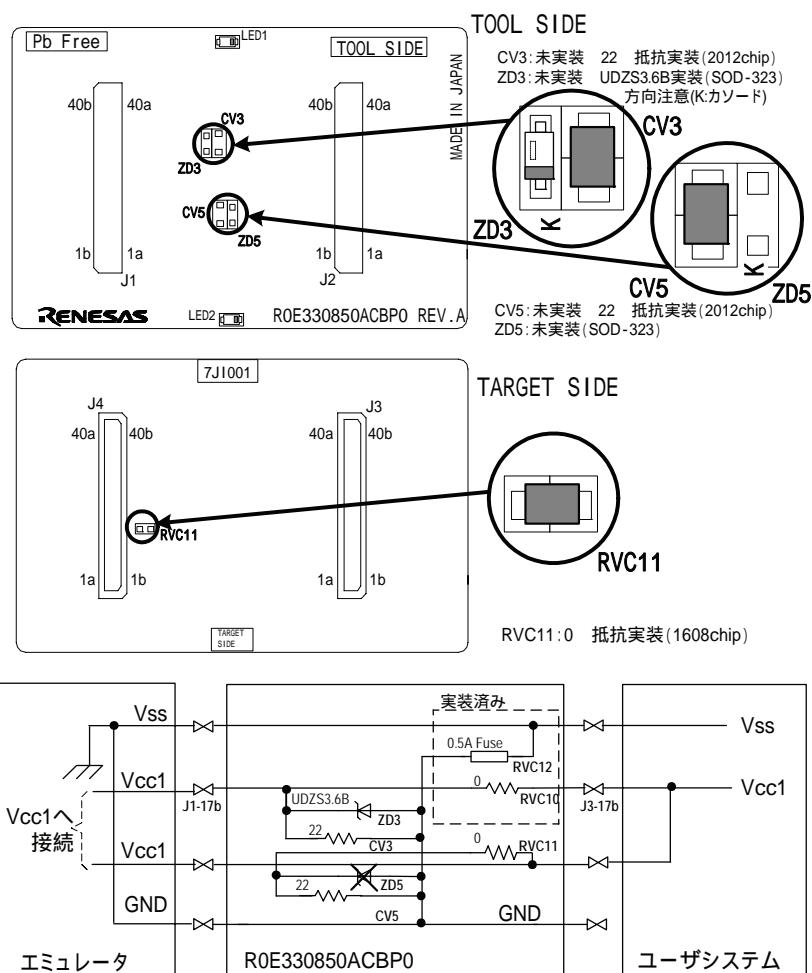

図 3 部品実装例 (3.3V ユーザシステムで 3.6V 以下に制限する場合の例)
- 過電圧保護対象の端子が過電圧となった場合、逆電流により Vcc1 端子の電圧が最大 5.6[V]まで上昇する可能性があります。ユーザシステムの Vcc1 電圧の維持が必要な場合は、ダミー抵抗や定電圧ダイオードを Vcc1 の電源ラインに追加してください。(図 3 に実装例を示します)